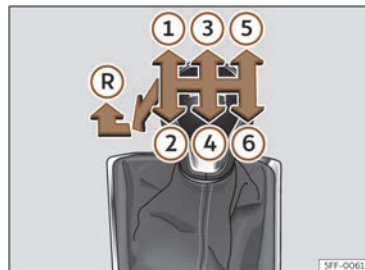

Fig. 125 Esquema de un cambio manual de 6 marchas.
En la palanca de cambios se indican las posiciones de las marchas >>> **fig. 125.**
- Con la palanca de cambios en punto muerto, presiónela hacia abajo, muévela a la izquierda hasta el final y después hacia delante para seleccionar la marcha atrás >>> **fig. 125 (R)**.